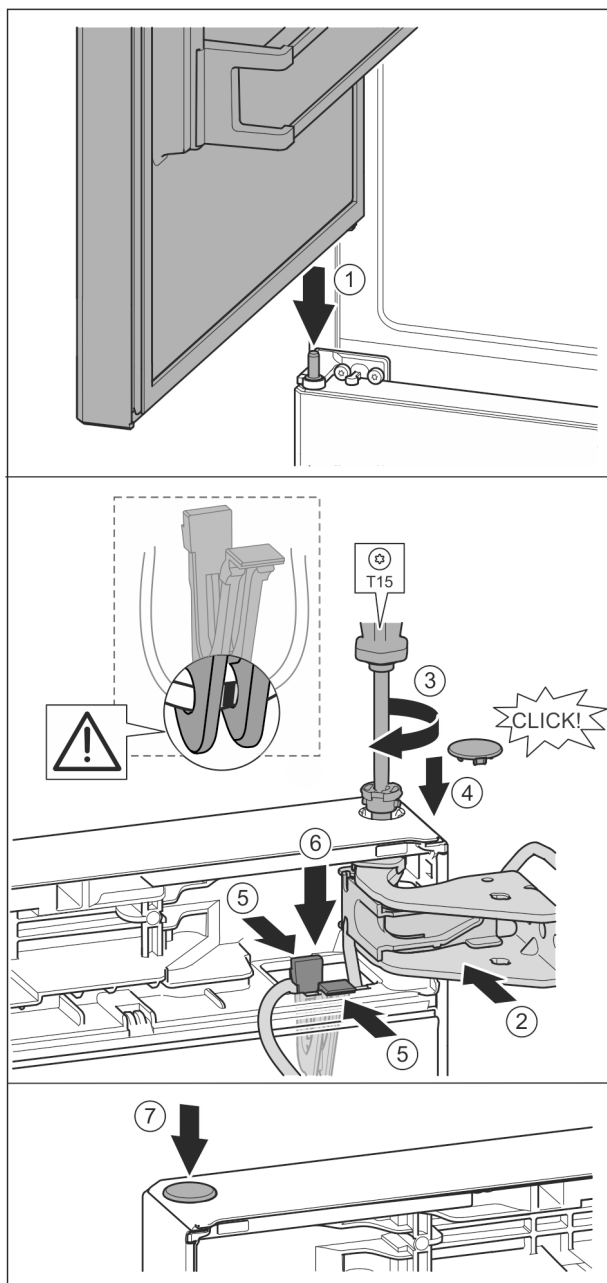

Fig. 36
- ▶ Așezarea ușii superioare pe bolțul central de lagăr Fig. 36 (1)
- ▶ Aliniați ușa sus spre deschizătură în suportul de lagăr. Fig. 36 (2)
- ▶ Introduceți bolțul și înșurubați-l ferm cu șurubelnița T15. Fig. 36 (3)
- ▶ Montarea capacului de siguranță pentru siguranța ușii: Introduceți capacul de siguranță și controlați dacă este așezat pe ușă. În caz contrar, introduceți complet bolțul. Fig. 36 (4)
- ▶ Introduceți suportul cu cablul fixat pe acesta în deschizătură. *Fig. 36 (5)*
- ▶ Apăsați suportul în jos până când eclisa se fixează în poziție. *Fig. 36 (6)*
- ▶ Introduceți dopul. *Fig. 36 (7)*